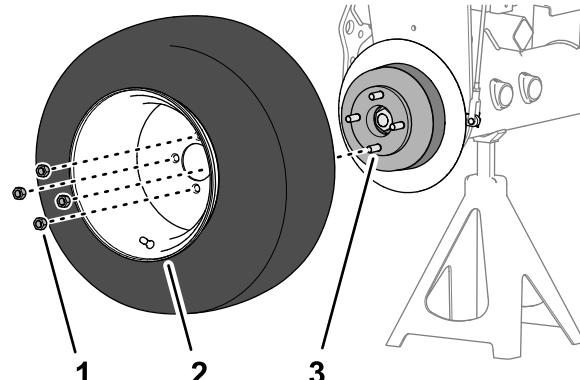

Bild 63
1. Entfernen Sie die vier Radmuttern, mit der das Vorderrad an der Nabe befestigt ist, und nehmen Sie das Rad ab (**Bild 63**).